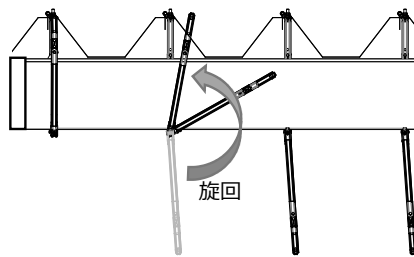

図.3 金具の旋回固定
- 2) 部品(ジョイント・伸縮カバー) 取付け後に、金具(手前側)を旋回させ固定します。 図.3